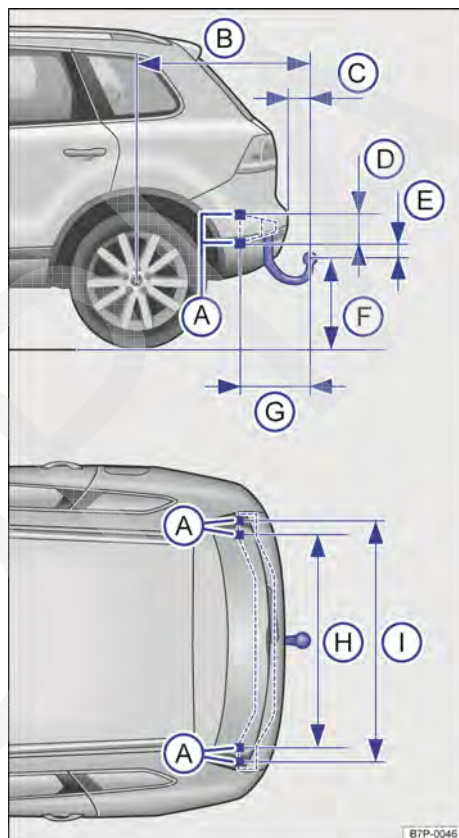

Fig. 227 Dimensões e pontos de fixação para instalação posterior de um dispositivo de reboque.
→ Fig. 227 (F) não pode nunca ser excedida. Isso
Medidas de distância → Fig. 227: